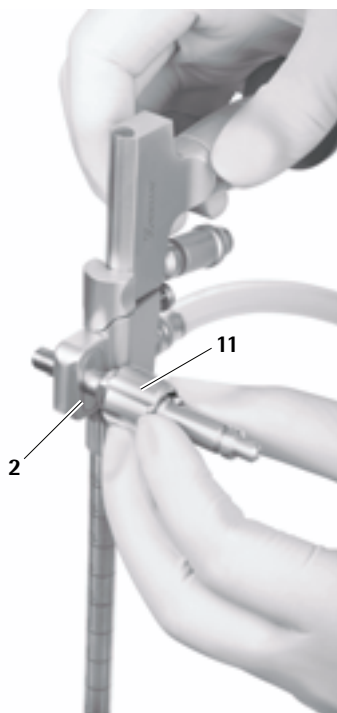

Fig. 18
- Inserire l'adattatore braccio di tenuta **11** lateralmente in un foro a scelta (destra/sinistra) finché la flangia scatta nell'apposita scanalatura **2** che serve per il fissaggio del braccio di tenuta, vedere Fig. 18.